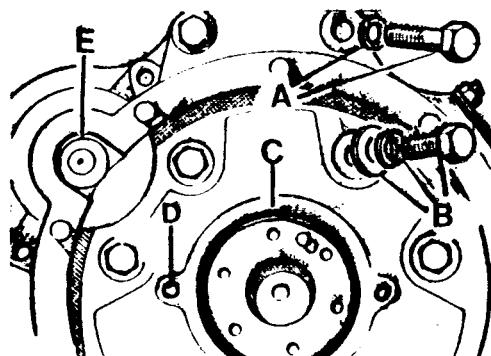

Fig. A3-82 Desmontaje del cárter del volante
- 1.3. Desconectar los cables de alimentación del motor de arranque, quitar los tornillos, A y B (Fig. A3-82) que fijan el cárter del volante al bloque y extraer dicho cárter en unión del motor de arranque.
- 1.4. Desmontar el motor de arranque, E (Fig. A3-82).
- 2.3. Montar el cárter del volante sobre el motor y fijarlo con sus tornillos, A y B (Fig. A3-82), dándoles un apriete de 3,50 a 4,25 mkg.